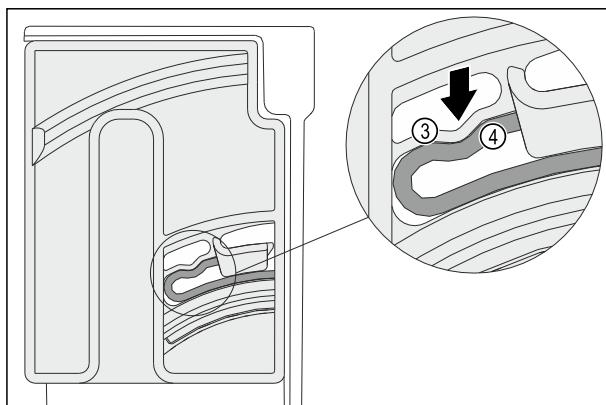

Fig. 119
- Pružný prvek Fig. 119 (3) otočné jednotky slyšitelně zaklapne do kulatého tvaru žebra Fig. 119 (4).